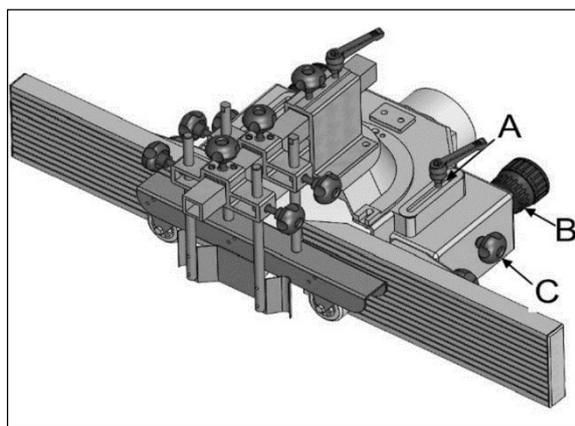

Рисунок 8.
Чтобы установить защитный кожух, ослабьте рукоятку **А** (рис. 8) и переместите всю крышку в нужное положение, а затем заблокируйте винты.
- ослабьте фиксирующую ручку упора **С** (рис. 8);